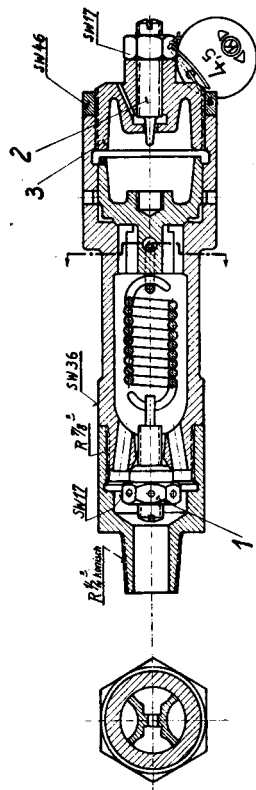

Abb. 48 Sicherheitsventil Bauart Ackermann
4. ein Schnelldruckregler mit Rohrträger oder Sicherheitsventil Bauart Ackermann (Abb. 48) zur Einstellung des zulässigen Höchstdrucks.
Einstellung des Sicherheitsventils (Abb. 48)